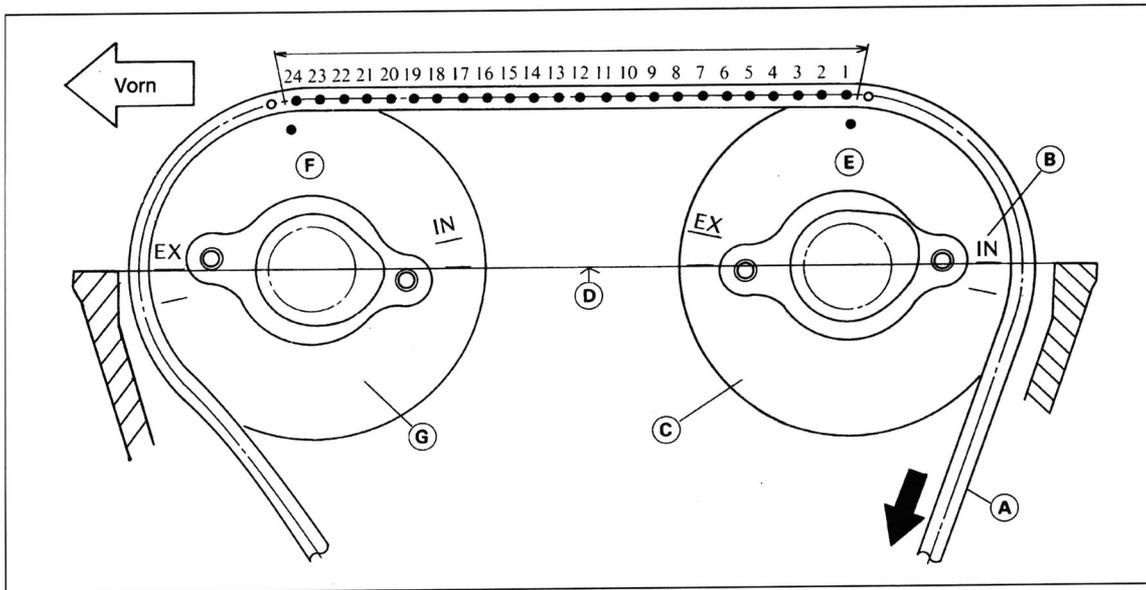

Bild 194
- Steuerkette hinten (Einlassseite) straff ziehen und Markierung des Kettenrads «B» Bild 194 auf Dichtfläche ausrichten. Bolzen der Steuerkette abzählen, beginnend mit erstem Bolzen über